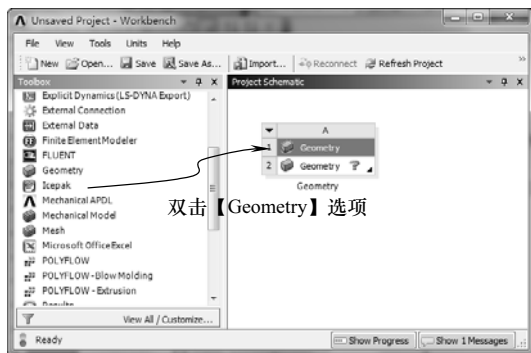

图 8-16 创建分析项目 A
3) 双击【Toolbox (工具箱)】中【Component Systems】下的【Geometry】选项，即可在【Project Schematic (项目管理区)】创建分析项目 A，如图 8-16 所示。